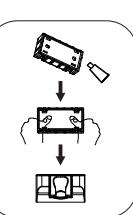

Abbildung 4
b) Suchen Sie eine geeignete Position für den Handbrausekopf. Verwenden Sie den Kleber zum Befestigen. Lassen Sie den Kleber 24 Stunden lang vollständig trocknen, bevor Sie ihn verwenden (Abbildung 4).